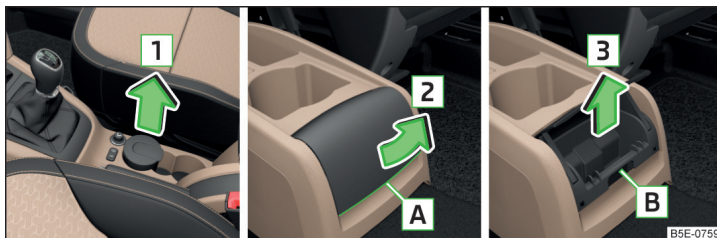

Fig. 79 Consola centrală inferioară: scoaterea scrumierei din față / deschiderea scrumierei din spate / scoaterea scrumierei din spate
- Apucați bricheta (nu de capac) și **scoateți-o** în sensul săgeții **[1]** » fig. 79.
- Pentru **deschidere**, prindeți capacul de margine **[A]** și deschideți-l în sensul săgeții **[2]** » fig. 79.